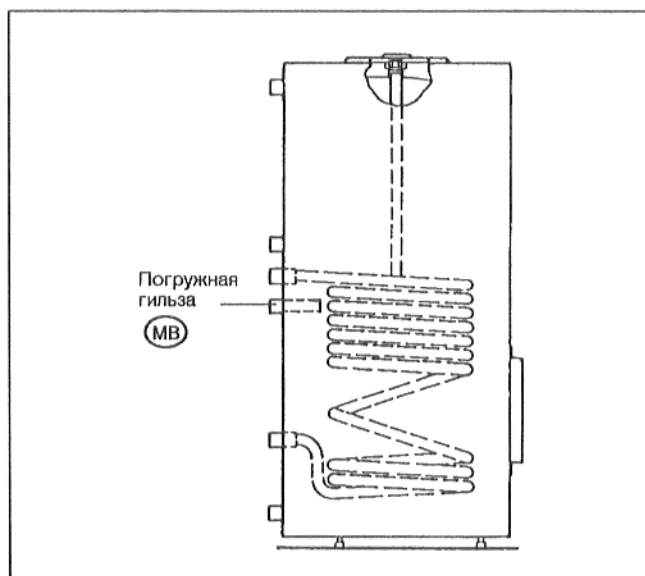

Рис. 8 – Принципиальное изображение
- Установить датчики в погружную гильзу (МВ) с обратной стороны бойлера (Рис. 8).